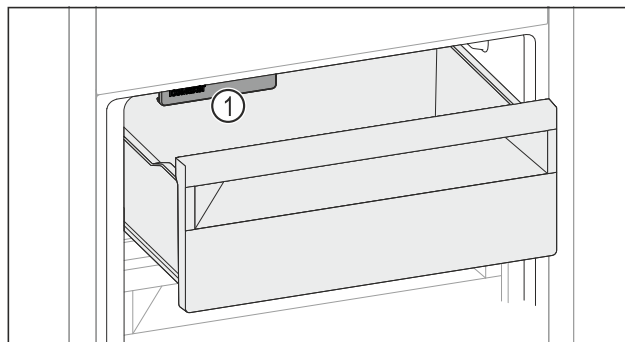

Fig. 133
- IceMaker Fig. 133 (1) berücksichtigen.